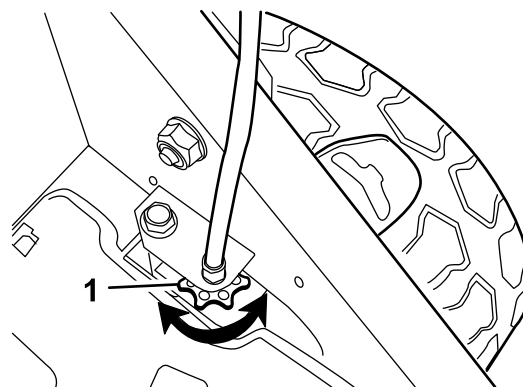

Figura 22
- Se as rodas não rodarem quando engata a barra de transmissão autopropulsora, a correia de tração está solta. Rode o manípulo de controlo da transmissão das rodas (Figura 22) uma volta para a direita e repita os passos 3 a 5.
demasiado apertada. Rode o manípulo de controlo da transmissão das rodas (Figura 22) uma volta para a esquerda e repita os passos 3 a 5.